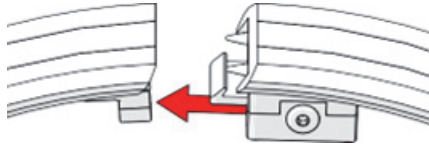

Figura 1-21 Forma dedicada a enganchar el cierre
- Una la banda haciendo presión a partir de los dos extremos para enganchar el cierre (ver Figura 1-21 en la página 41).